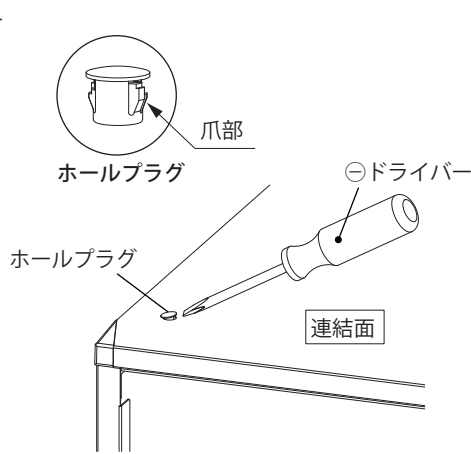

図 7
2. ラック内側から連結面のホールプラグ(4 か所)を指で押しながら、ラック外側のホールプラグの爪部(2 か所)を⊖ドライバーで押して取り外してください。(図 7)